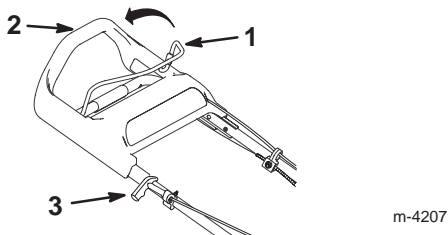

Figure 14
3. Serrez la barre de commande de la lame contre la partie supérieure du mancheron (Fig. 14).